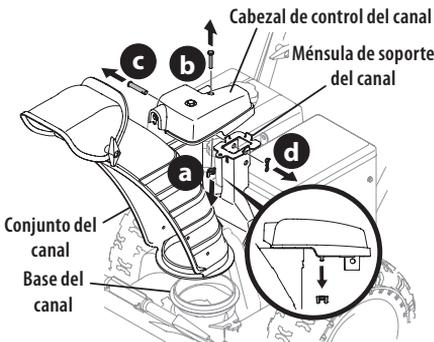

Figura 13
1. Retire la tuerca de mariposa (o tuerca de seguridad si instalada) (a) y el tornillo hexagonal (b) del cabezal de control del canal y el pasador de horquilla (c) y el pasador de chaveta (d) de la ménsula de soporte del canal. Ubique el conjunto del canal (mirando hacia adelante) sobre la base del canal y ménsula de soporte del canal (Figura 13).